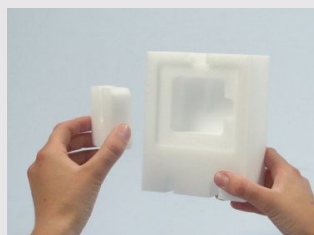

Рисунок 4
2. Відкрийте сонячний колектор і дістаньте з нього невеликий шматочок пінопласту (рис. 4).